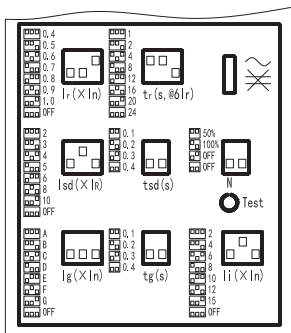
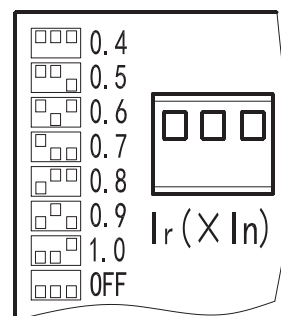

图68 四段保护调节拨码
图70 Ir=0.4In
② 设置状态：四段保护设定值由拨码调节设定，将拨码按照其左侧形状进行上下调节，则可实现对应参数的更改，示例见图68~图70更改保护参数须在缺省界面进行，若不在缺省界面进行更改保护参数，则修改之后须按“返回”键，设定值才能实现变更。